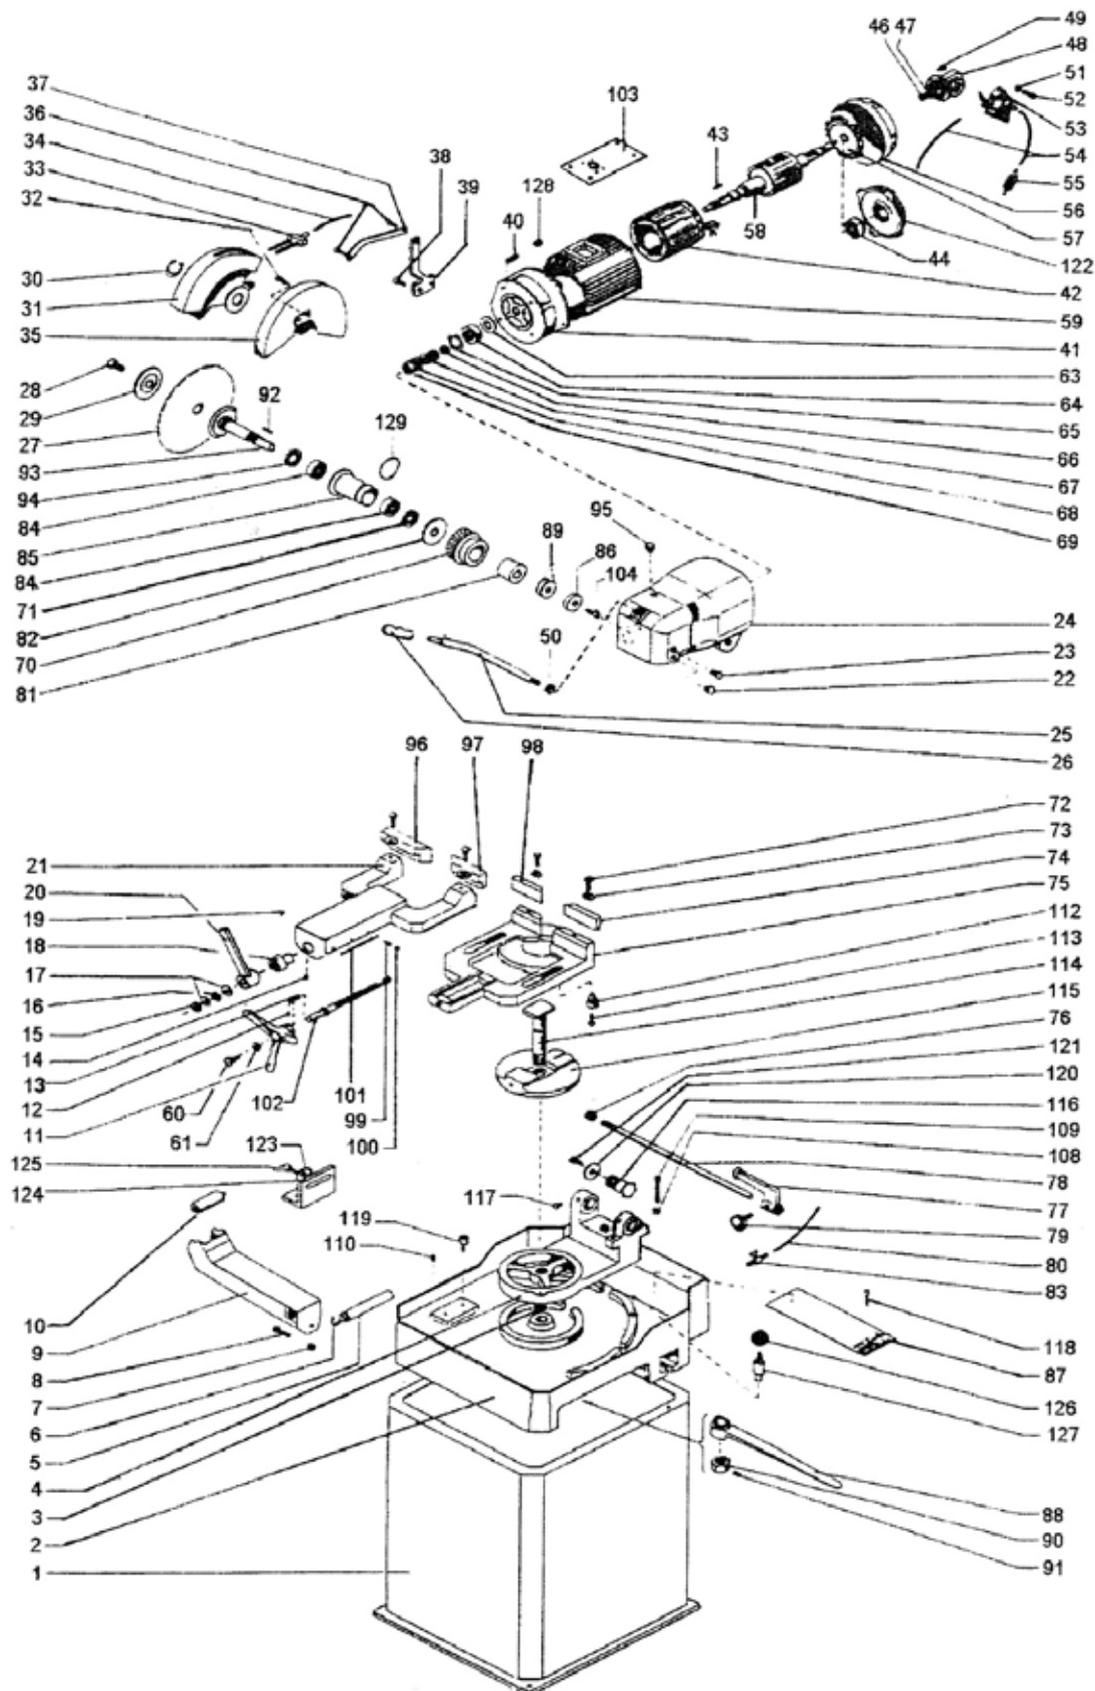

Fig. 16 Dessin des pièces détachées 5 - MKS 315 R / MKS 316 R
3. Nettoyer le réservoir en enlevant les copeaux et dépôts, contrôler le filtre (Fig. 16, 55), le remplacer si nécessaire.